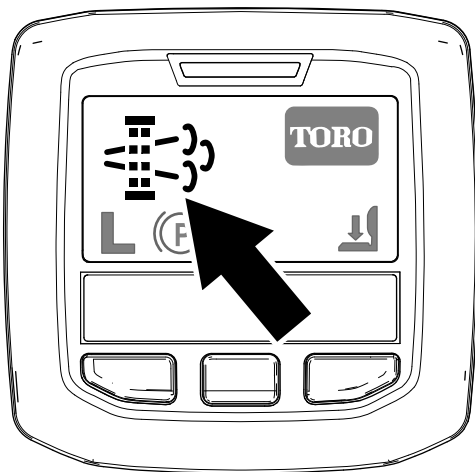

図 45
- ・ インフォセンターに、駐車再生要求アイコンが表示されます 図 45。